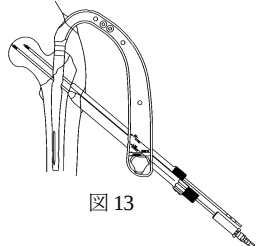

図 13
- 11) 3.2 ガイドピンアダプタを装着し、3.2 ガイドピンを刺入します。(図 13)